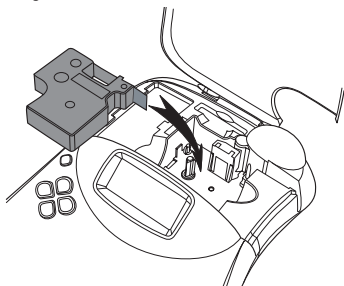

Figura 5
2. Inserte el cartucho con la cinta colocada entre las guías. Véase figura 5.